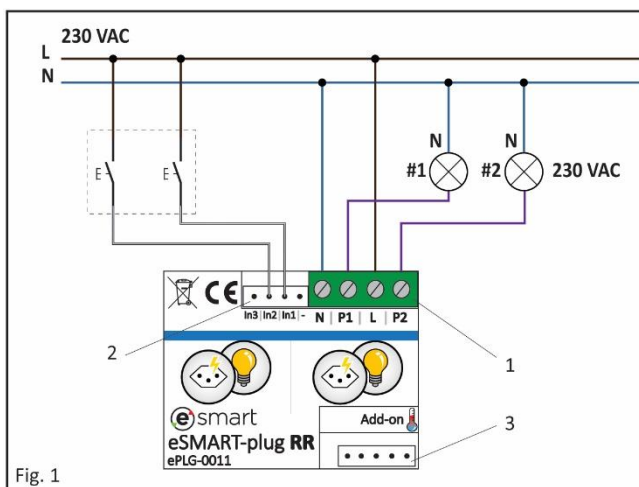

Fig. 1
L'eSMART-plug est composé de 4 bornes à visser (1, Fig.1), 1 connecteur d'entrée (2, Fig.1) et 1 connecteur d'extension (3, Fig.1). L'eSMART-plug se raccorde sur le réseau électrique 230 V AC/50Hz.
- Raccordez l'alimentation 230 V AC (1, Fig.1) sur les bornes L et N. Respectivement, la Phase sur la borne L et le Neutre sur la borne N, comme indiqué sur le schéma.
- Raccordez les charges #1 et/ou #2 (1, Fig.1) sur les bornes P1 et P2. Respectivement, la charge #1 sur la borne P1 et/ou la charge #2 sur la borne P2, comme indiqué sur le schéma.
- Raccordez chaque entrée du eSMART-plug avec le connecteur à deux fils (2, Fig.1) sur un interrupteur/poussoir [voir "Données Techniques"]. Respectivement, le fil in1 active le canal 1 et le fil in2 active le canal 2 de l'eSMART-plug.
- Le cas échéant, connecter la sonde de température (3, Fig.1) sur le connecteur prévu à cet effet.
Das eSMART-plug hat 4 Schraubklemmen (1, Abb. 1), 1 Eingangsanschluss (2, Abb. 1) und 1 Erweiterungsanschluss (3, Abb. 1). Das eSMART-plug wird an das Stromnetz 230 V AC/50 Hz angeschlossen.
- Schließen Sie die Stromversorgung 230 V AC (1, Abb. 1) an die P- und N-Klemmen an, nämlich Phase an Klemme P und Neutral an Klemme N, wie in der Abbildung dargestellt.
- Schließen Sie die Lasten # 1 und / oder # 2 (1, Abb. 1) an die Klemmen P1 und P2 an. D.h., Last # 1 an Klemme P1 und / oder Last # 2 an Klemme P2, wie in der Abbildung dargestellt.
- Schließen Sie jeden Eingang des eSMART-plug über einen Schalter/Taster an den zweipoligen Anschluss an (2, Abb. 1) [siehe "Technische Daten"]. D.h., die Litze in in1 aktiviert Kanal 1 und die in in2 Kanal 2 des eSMART-plug.
- Schließen Sie gegebenenfalls den Temperatursensor (3, Abb. 1) an den hierfür vorgesehenen Anschluss an.
The eSMART-plug has 4 screw terminals (1, Fig. 1), 1 input connector (2, Fig. 1), and 1 expansion connector (3, Fig. 1). The eSMART-plug is to be connected to the 230 V AC/50 Hz mains.
- Connect the power supply 230 V AC (1, Fig. 1) to the P and N terminals, namely Phase to terminal P and Neutral to terminal N, as shown in the illustration.
- Connect loads # 1 and / or # 2 (1, Fig. 1) to the P1 and P2 terminals. I.e., load # 1 to terminal P1 and / or load # 2 to terminal P2, as shown in the diagram.
- Connect each input port of the eSMART-plug with the two-wire connector (2, Fig. 1) via a switch/push button [see "Technical Data"]. I.e., the wire in 1 activates channel 1, and the wire in2 activates channel 2 of the eSMART-plug.
- If appropriate, connect the temperature sensor (3, Fig. 1) to the connector provided for that purpose.